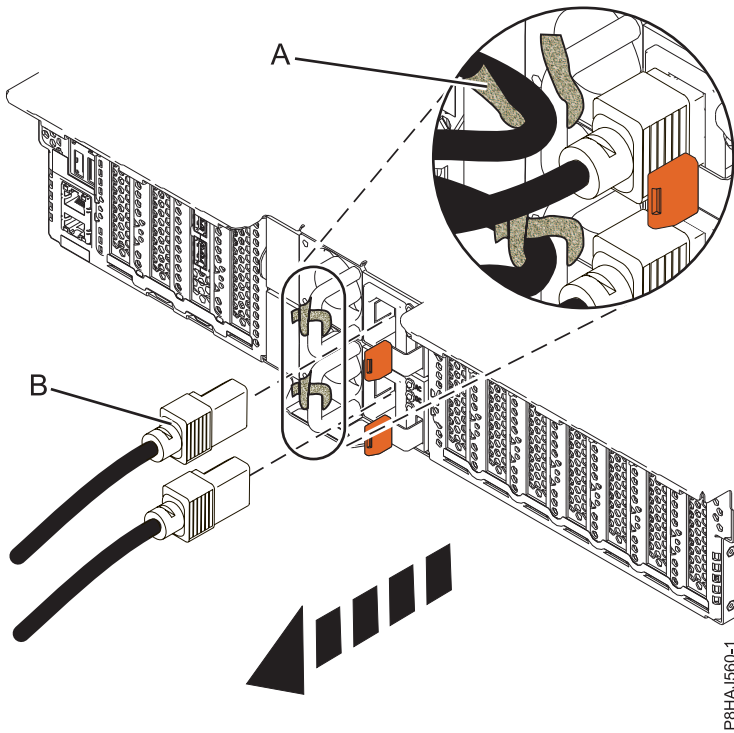
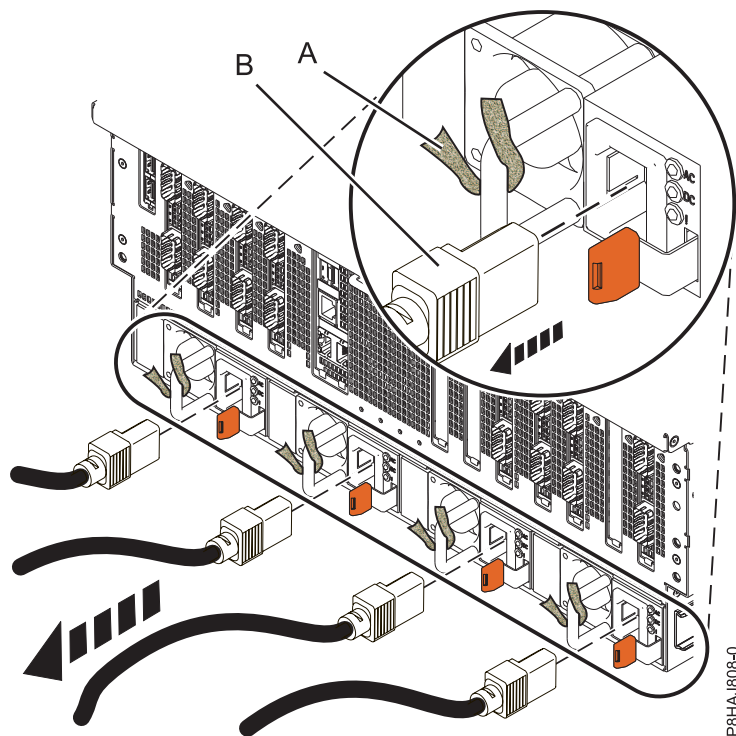

Figure 17. Retrait des cordons d'alimentation d'un système 5148-21L, 5148-22L, 8247-21L, 8247-22L, 8284-21A ou 8284-22A
Figure 18. Retrait des cordons d'alimentation d'un système 8408-44E ou 8408-E8E
3. Débranchez les cordons d'alimentation (**B**) de l'unité centrale. Voir les figures figure 16, à la page 40, figure 17, à la page 40 ou figure 18, à la page 41 selon le type de votre système.